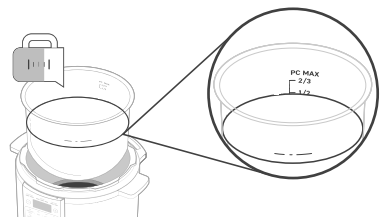

Abbildung 8.1
2. Füllen Sie den Innentopf bis zur „-1/2“ Linie mit Wasser. **[Abbildung 8.1]**